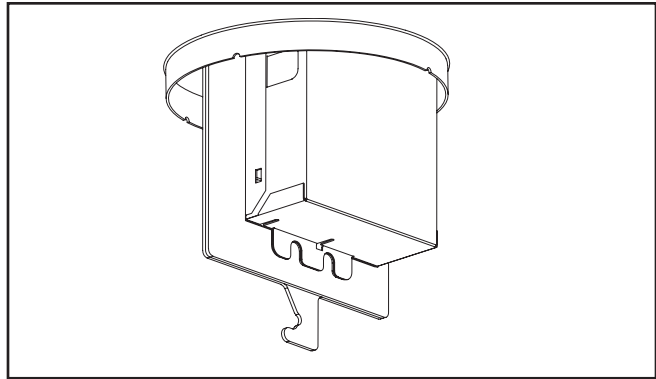

Figure 26.
7. Retirez le conducteur par le dessus où à travers l'ouverture du boîtier. L'assemblage de porte du pilote peut aussi être retiré par l'ouverture du boîtier (Figure 26.).